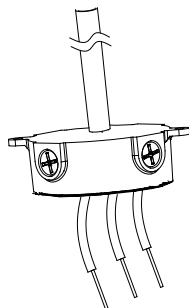

Fig. 14
4. Pull wires through the conduit hole and connect them to the terminal block and to the luminaire wires (Fig. 14).
4. Tirez les fils à travers le conduit et connectez-les au bornier d'alimentation et aux fils du luminaire (Fig. 14).